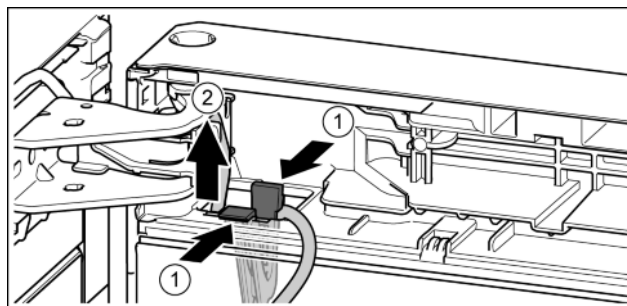

Fig. 22
- ▶ Nacisnąć nakładkę. Fig. 22 (1)
- ▶ Uchwyt kabla wyjąć w raz z zamocowanym kablem. Fig. 22 (2)